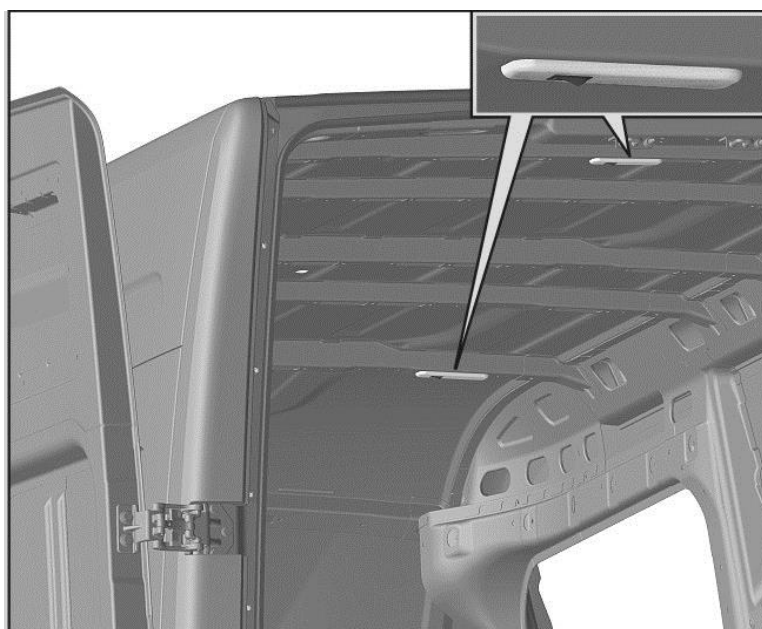

Рис. 7.9. Установка плафонов внутреннего освещения грузового салона
- на трехместных автомобилях двумя плафонами освещения (рис. 7.9), которые расположены на поперечинах усилителя крыши около боковой сдвижной и задних дверей;